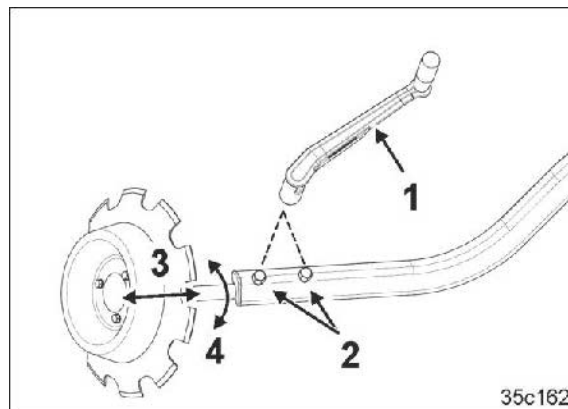
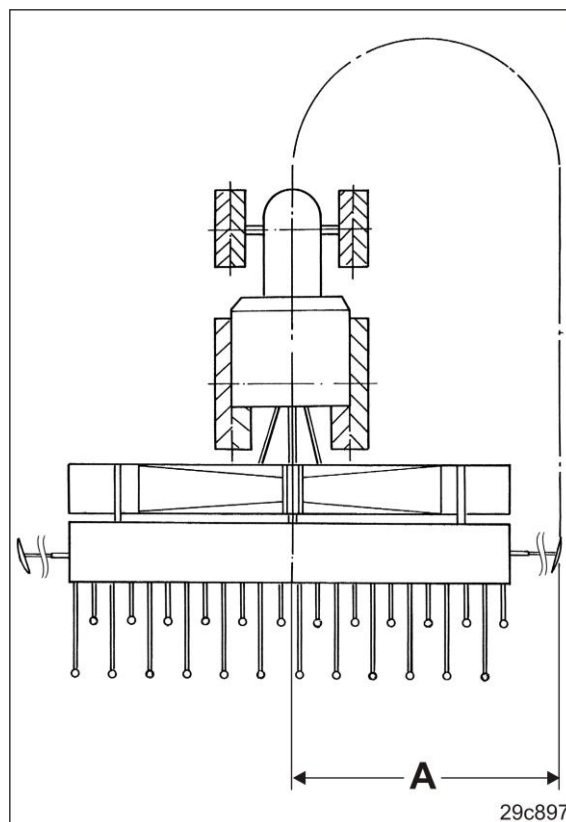

Fig. 135
Fig. 136
- Markørenes lengde (Fig. 135/3)
- Markørenes arbeidsintensitet, avhengig av jordsmonnet (Fig. 135/4).
2. Løsne skruene (Fig. 135/2) med betjeningsverktøyet (Fig. 135/1)
3. Still inn markørlengden (Fig. 135/3) på lengde "A" [se tabell (Fig. 136)] ved forskyvning.
4. Still inn arbeidsintensiteten ved å dreie (Fig. 135/4) markørakselen, slik at den står omtrent parallelt med kjøreretningen på lett jord og mer i grep på tung jord.
5. Trekk til skruene (Fig. 135/2).